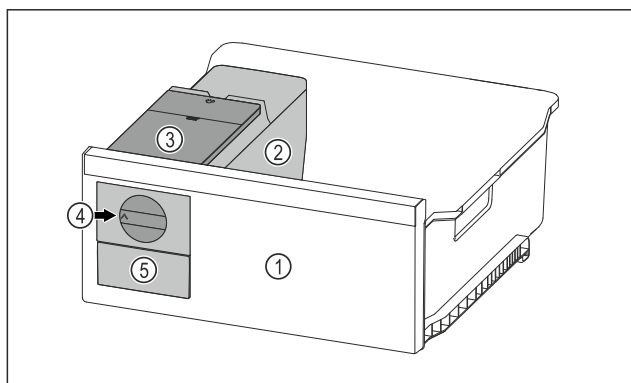

Fig. 38 Príklad zobrazenia
- ▶ Otočný gombík Fig. 38 (4) otočte v smere hodinových ručičiek až na doraz.
- ▷ Kocky ľadu vypadávajú z misky na kocky ľadu do zásuvky na kocky ľadu Fig. 38 (5).